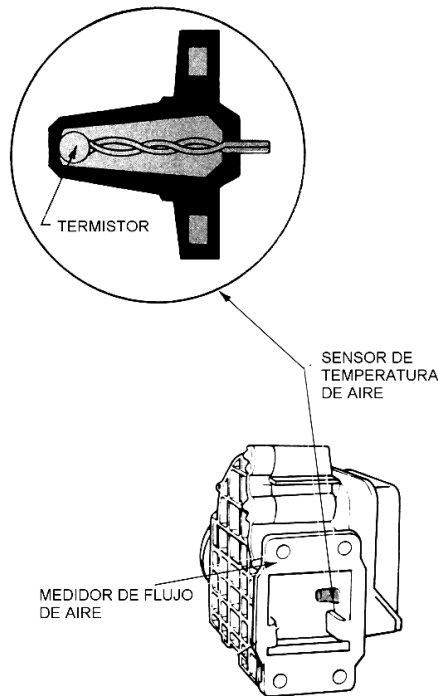

Figura 3.33
- **Sensor de temperatura del aire del múltiple de admisión del motor (figura 3.33):** el sensor de temperatura de aire es fabricado a base de un termistor. Su funcionamiento es similar al sensor de temperatura del refrigerante. La principal diferencia entre el sensor de temperatura del refrigerante y el de temperatura del aire, es el tipo de envoltura que protege al termistor.